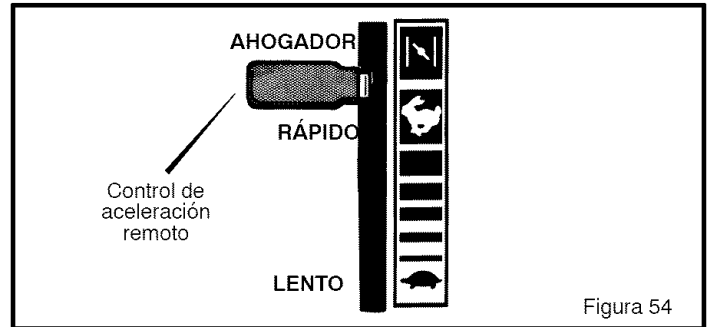

Figura 54
1. Mueva la palanca del **control de aceleración remoto** a la posición RÁPIDO (Figura 54).
2. Con el motor en marcha, coloque la palanca de **control de aceleración remota** en la posición LENTO (Figura 54).